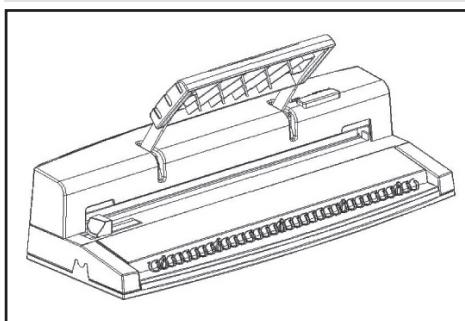

fig. 5
- Placez la spirale métallique (6 mm) dans son support prévu à cet effet (cf. figure 5). Assurez-vous que le dispositif est bien maintenu, les petites boucles orientées vers vous.